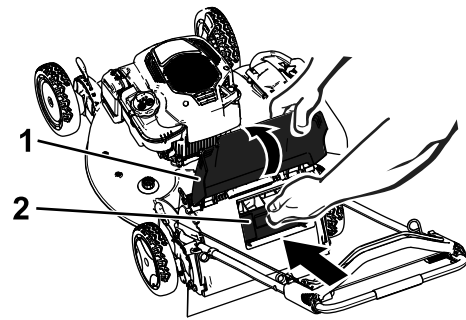

Figura 26
4. Instale el tapón trasero (Figura 26).